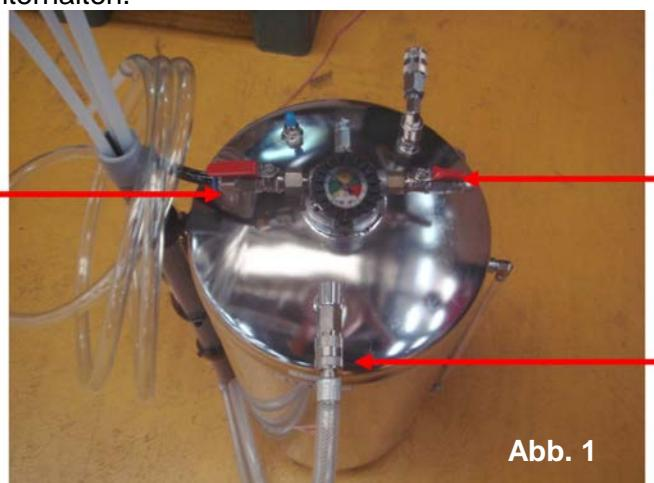

Abb. 1
3. Schließen Sie das Gerät am Kompressor an. Achten Sie darauf, dass der Funktionsstellschalter sich in geöffneter Position hinsichtlich des Luftausgangs befindet (siehe Abb. 1 unten). Schließen Sie den Hauptschlauch an der Saugseite an. Öffnen Sie das Luftventil, um den Betrieb zu starten. Alternativ kann der Verwender den Unterdruck im Tank ohne Anschluss des Luftschauges für Absaugzwecke aufrechterhalten.
3. Connect the unit to the air compressor. Make sure the function switch connect to the air outlet is in open position (see fig 1 below). Connect main hose in suction side. Open air switch to start operation. Alternatively user may keep vacuum force in the tank without connecting to air line for extraction task.
3. Connecter l'unité au compresseur. S'assurer que l'interrupteur de contrôle de fonctionnement est en position ouverte par rapport à la sortie d'air (voir Fig. 1 ci-dessous). Raccordez le tuyau principal du côté aspiration. Ouvrir la vanne d'air pour démarrer le fonctionnement.